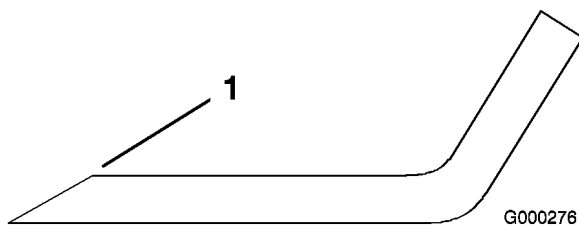

Figure 77
1. Au moyen d'une lime, aiguisez les tranchants aux deux extrémités de la lame (Figure 77) en veillant à conserver l'angle de coupe d'origine. Limez la même quantité de métal sur chacun des deux tranchants pour ne pas déséquilibrer la lame.